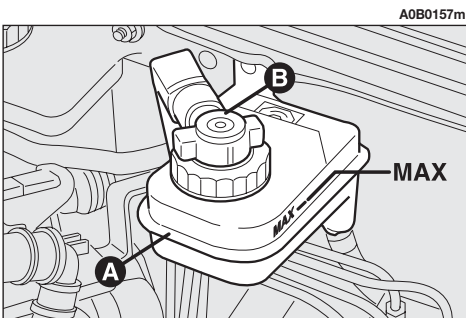

fig. 20
**BRAKE AND HYDRAULIC CLUTCH FLUID (fig. 20)**